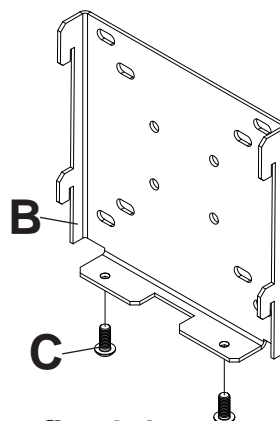

fig. 2.1
- 2** Insérez les vis à tête creuse M5 (C) dans le support d'accrochage (B) en veillant à ce que les vis soient au ras du support comme illustré à la figure 2.1 et 2.2.